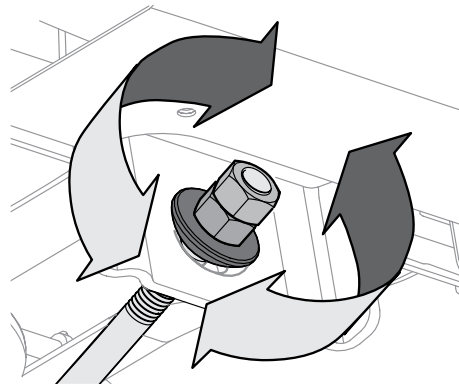

Figura 4-4
4. Para *eleva*r el frente de la plataforma, afloje la tuerca exterior y apriete (rosca hacia adentro) la tuerca contra el soporte de suspensión delantera. Vea la Figura 4-4. Cuando se logre el ajuste correcto, vuelva a apretar la tuerca externa hasta 25-30 pies-libras.
5. Para *baja*r el frente de la plataforma, afloje la tuerca exterior y afloje (rosca hacia afuera) la tuerca, lejos del soporte de suspensión delantera. Vea la Figura 4-4. Cuando se logre el ajuste correcto, vuelva a apretar la tuerca externa.